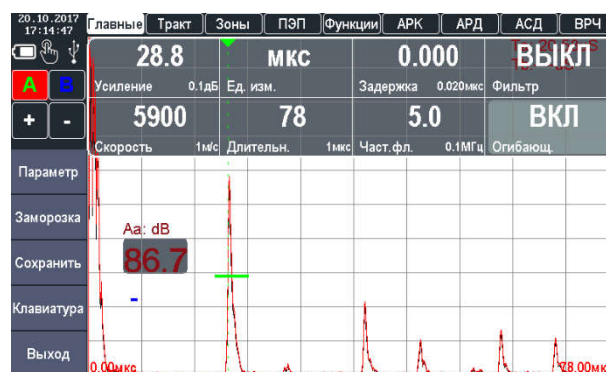

Рисунок 2.43 – Включение огибающей сигнала
7. Включить режим огибающей («ОГИБ.») и зафиксировать максимальную амплитуду сигнала в зоне А от первого (ближнего) отражателя (рис. 2.43).